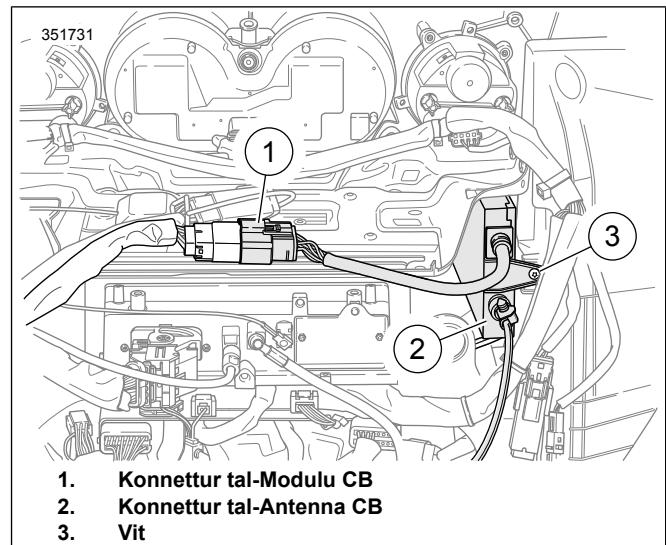

Figura 3. Konnetturi tal-Irbit ta' Sikurezza tal-Fairing tan-Naha ta' Ĝewwa
5. Ara Figura 3 . Ikkonnettja l-hawsing tas-sokit bi 12-il post mas-CB [184] (1).